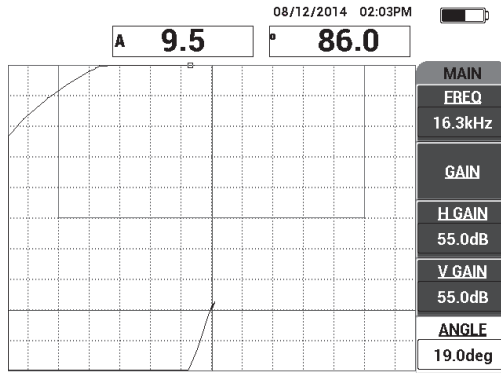

Figura 6-66 Regolare l'angolo per spostare il punto verso l'alto
- Sollevare la sonda, premere il tasto di menu MAIN (📡) e regolare ANGOLO (tasto E) in modo che il punto si sposti verso l'alto nella vista XY (vedere Figura 6-66 a pagina 188).